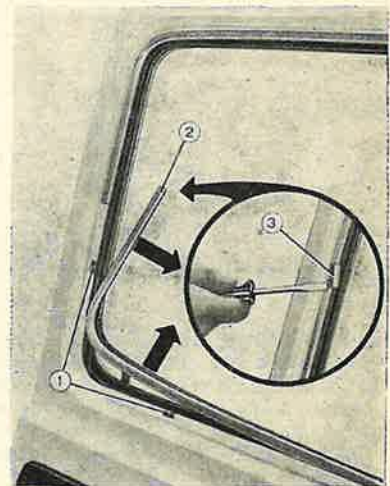

Fig. 86. — Démontage des encadrements de la glace de porte.
- Détachez les encadrements (intérieur et extérieur) de la porte jusqu'à la hauteur du châssis de déflecteur (voir fig. 86).